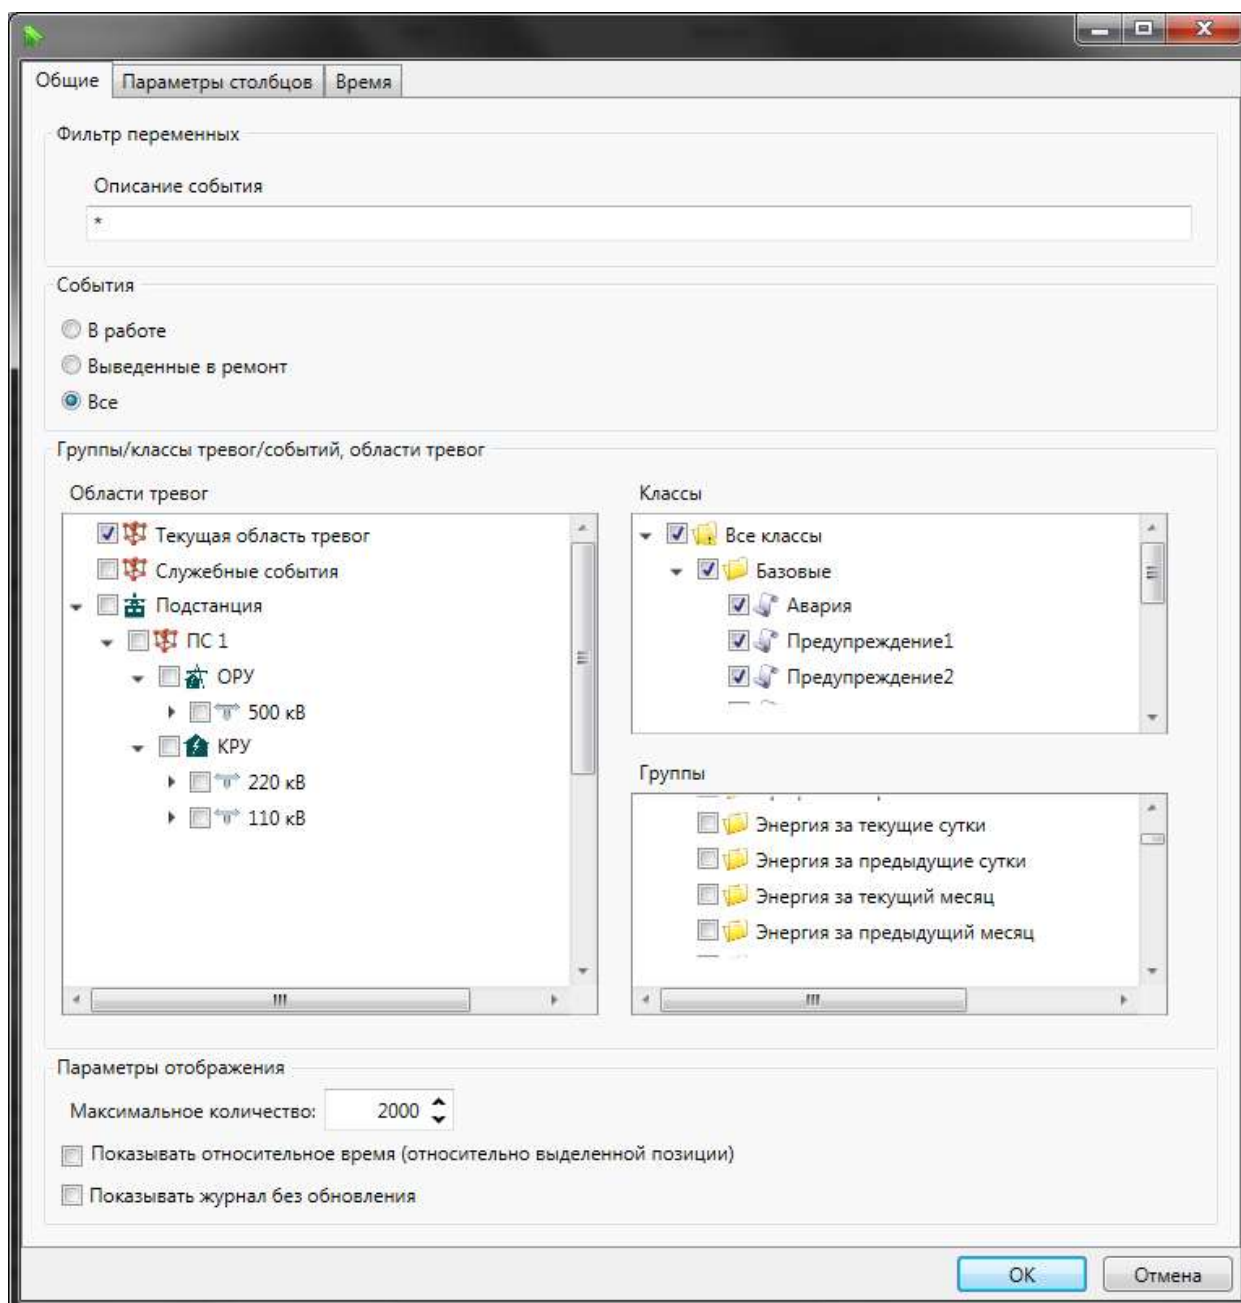

Рисунок 96 – Раздел **Общие** фильтра ЖС
- **Общие**, где настраивается фильтр сигналов и групп сигналов, которые будут выводиться в ЖС (рисунок 96, таблица 43);